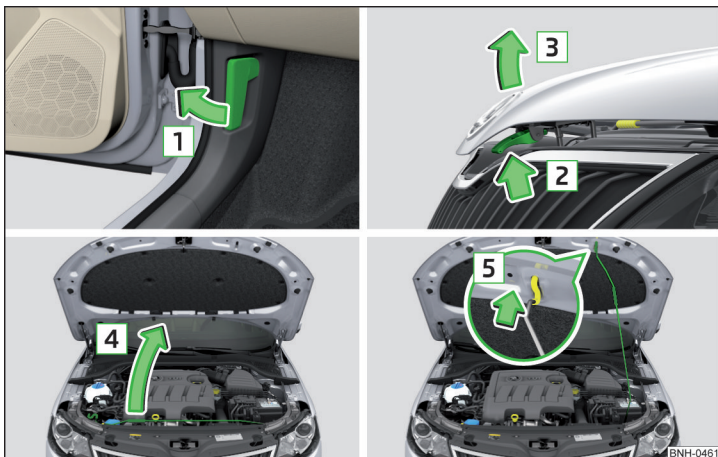

Fig. 135 Deschiderea capotei
- Trageți de maneta de deblocare de sub planșa de bord, în sensul săgeții **1** » fig. 135.
Nu ridicați niciodată capota motorului prin prindere de maneta de deblocare » fig. 135.